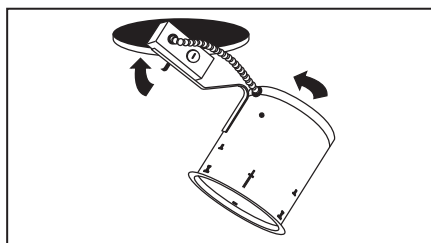
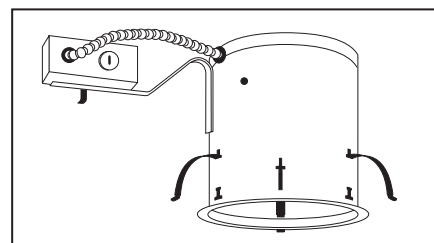

Figure 4
Figure 5
Étape 4. Introduire le boîtier à travers le plafond de façon à ce qu'il affleure avec ce dernier (Fig. 4). S'assurer que le joint en mousse est en place entre le plafond et la bague métallique du boîtier. Pousser les attaches de fixation vers l'extérieur jusqu'à ce que chaque onglet s'enclenche en position. Introduire l'attache dans la fente en T de l'intérieur du boîtier, enfoncer l'attache avec un tournevis jusqu'à ce qu'elle soit assise. Assujettir l'attache en serrant la vis (Fig. 5).